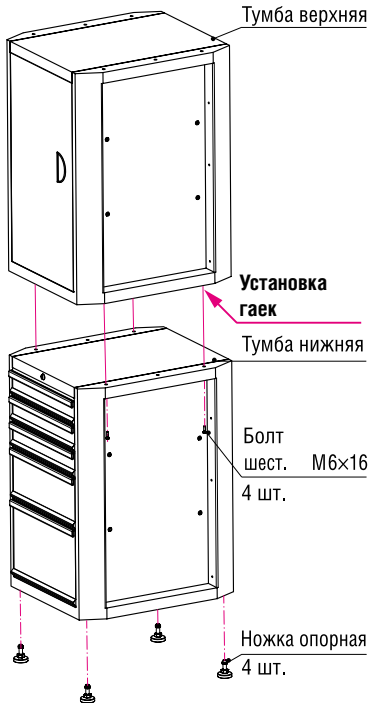

Рисунок 2 – Монтаж тумбы на тумбу
1. Установите четыре заклепки-гайки М6 в отверстия дна тумбы, которую собираетесь устанавливать наверх (рис. 2).